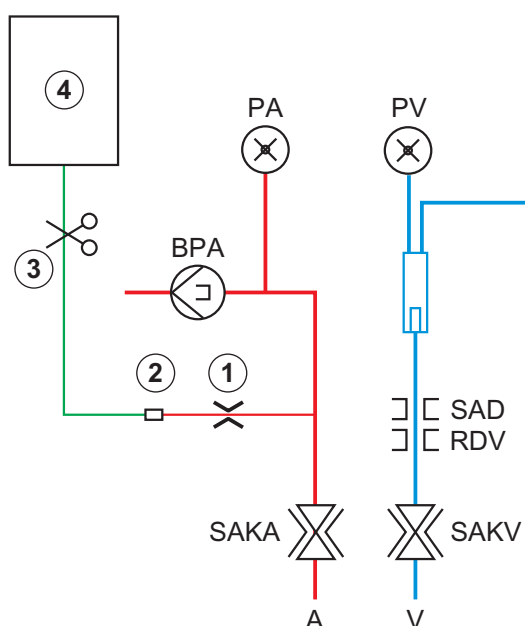

Fig. 6-10 Oppsett av arteriell bolus
Ved bruk av HD-maskin må infusjonsslangen kobles til en NaCl-pose via Y-adapteren på blodslangene (se Fig. 6-10 Oppsett av arteriell bolus (139)).
3. Fest infusjonsposen som inneholder fysiologisk saltløsning (Fig. 6-10, ④) til infusjonsstang.